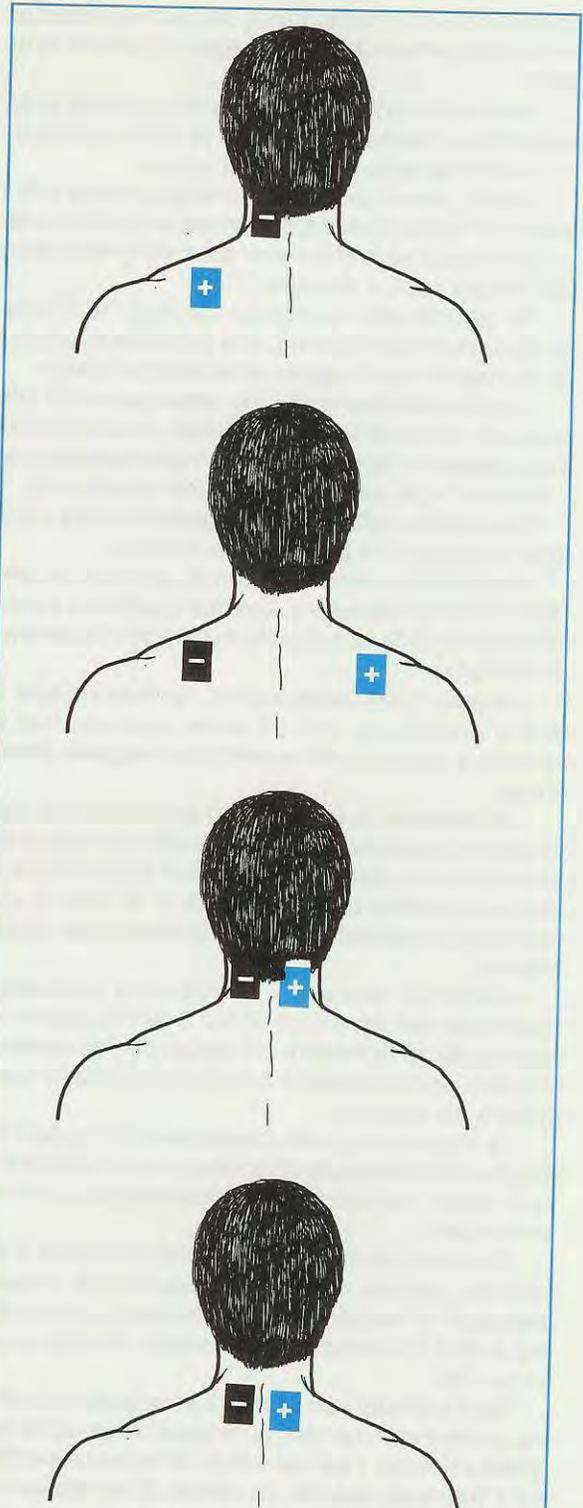

Fig.15 CEFALIA da TENSIONE: per alleviare questo dolore applicate le due placche in una delle quattro posizioni qui raffigurate.
1) Cefalea da tensione (Fig. 15)
Se la cefalea interessa la parte **sinistra** del collo, potrete applicare le placche come visibile in fig. 15, se invece interessa la parte **destra** del collo dovrete portare gli elettrodi a destra, infatti, come abbiamo già detto, la **placca negativa** va posta sulla parte dolente.